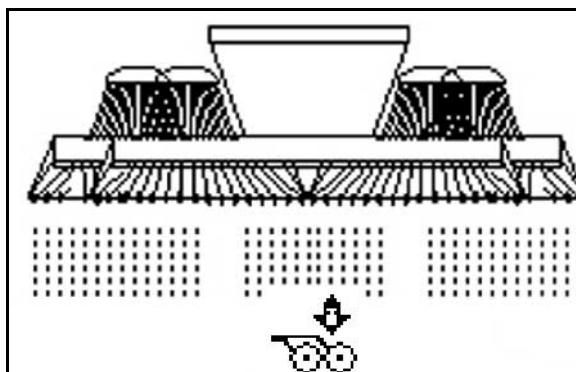

Fig. 55
1.  Schar-/Striegeldruck vorwählen (Fig. 55).